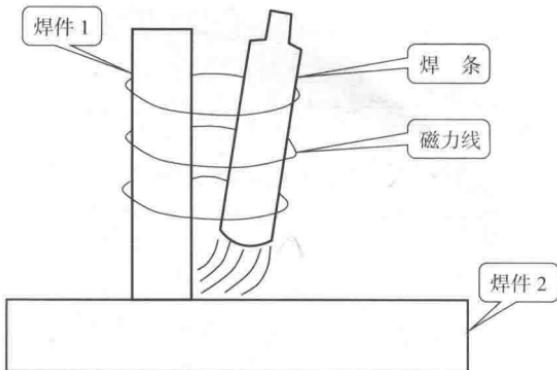

图 1.9 铁磁物质引起的电弧偏吹
② 铁磁物质引起的电弧偏吹。由于钢板、铁块等都属于铁磁物质，其导磁能力远远大于空气，因此，当焊接电弧周围有这些铁磁物质存在时，在靠近铁磁物质的一侧磁力线大部分都通过铁磁物体形成封闭曲线，使电弧同铁磁体之间的磁力线变得稀疏，没有铁磁物质一侧的磁力线就显得密集一些，因此电弧就向有铁磁物质一侧偏吹，如图 1.9 所示。但随着焊接时铁磁物质温度的升高，其导磁能力就降低，电弧磁偏吹现象也就减少和消除。